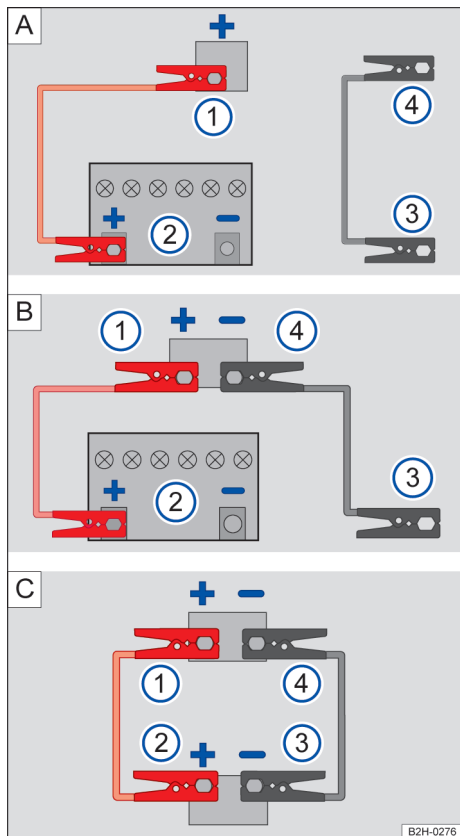

Fig. 165 No compartimento do motor: conexões para o cabo auxiliar de partida (representação esquemática).
- Fig. 165 [A]: Conexão entre a bateria do veículo fornecedor de energia ② e ③ e o ponto de auxílio à partida do veículo com bateria do veículo descarregado ① e ④.
- Fig. 165 [B]: Conexão entre a bateria do veículo fornecedor de energia ② e ③ e os dois pontos de auxílio à partida do veículo com bateria do veículo descarregado ① e ④.
- Fig. 165 [C]: Conexão entre a bateria do veículo fornecedor de energia ② e ③ e os dois pontos de auxílio à partida do veículo com bateria do veículo descarregado ① e ④.
- Conectar uma ponta do cabo auxiliar de partida *vermelho* ao polo positivo (+) do veículo com a bateria descarregada → Fig. 165 ①.
- Conectar a outra ponta do cabo auxiliar de partida *vermelho* ao polo positivo (+) do veículo com a bateria fornecedora de energia → Fig. 165 ②.
- Conectar uma extremidade do cabo auxiliar de partida *preto* → Fig. 165 ③, de preferência, num ponto de aterramento (ponto de auxílio à partida) (-), ou então, na argola de reboque dianteira roscada, conectar uma peça metálica firmemente aparafusada com o bloco do motor ou no próprio bloco do motor.
- Conectar a outra extremidade do cabo auxiliar de partida *preto* → Fig. 165 ④ no veículo com a bateria do veículo descarregada, de preferência, a um ponto de ponto de aterramento (ponto de auxílio à partida) (-), uma peça metálica firmemente aparafusada com o bloco do motor ou no próprio bloco do motor → ⚠.
- Em motores em funcionamento, desconectar o cabo auxiliar de partida somente na sequência → Fig. 165 ④ ③ ② ①.